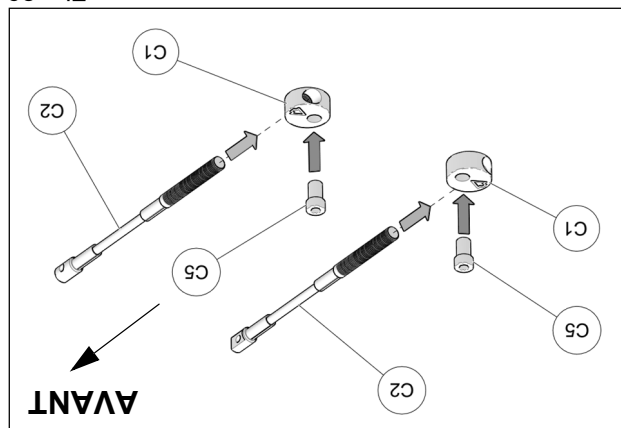

Fig. 23
11. Assembler les câbles des limiteurs de conduite (C2), les disques en aluminium (C1) et les bagues espacesurs (C5) tel que montré à la Fig. 23